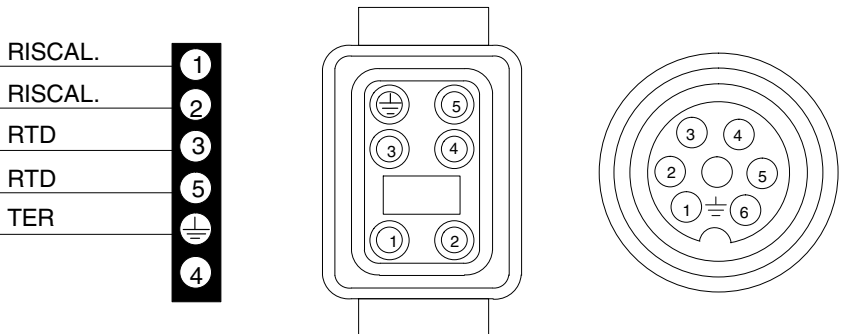

Figura 16: Pin del connettore dell'applicatore (visti dall'estremità del tubo)
3. Vedi figura 16. Testare la continuità attraverso il circuito del riscaldatore (piedini 1 e 2):
4. Vedi figura 16. Una volta stabilita la temperatura dell'applicatore, misurare la resistenza attraverso il circuito RTD (piedini 3 e 5).